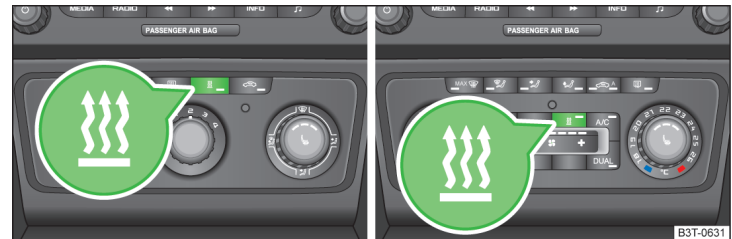

Fig. 127 Touche d'activation/désactivation directe sur l'unité de commande du climatiseur/du Climatronic
- ☰ au moyen de la touche sur l'unité de commande du climatiseur manuel / du Climatronic. Le voyant dans la touche s'allume » fig. 127 ;
- ☰ au moyen de la touche sur l'unité de commande du climatiseur manuel / du Climatronic. Le voyant dans la touche s'éteint » fig. 127 ;
Si l'installation est en cours de fonctionnement, le voyant s'allume dans la touche symbole  » fig. 127.